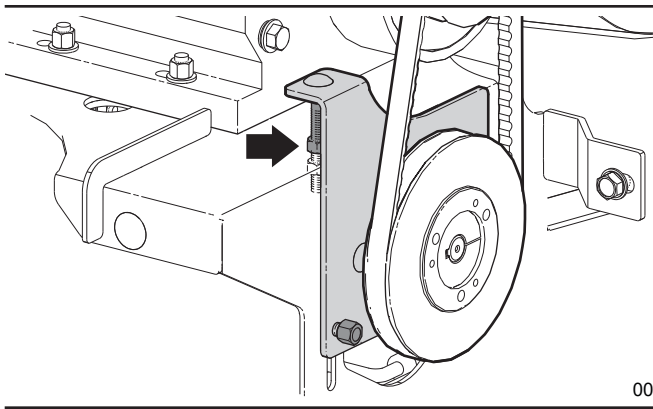

Fig. 51 – Boulon de tension de la courroie
3. Utilisez le boulon de tension de la courroie d'entraînement pour éliminer la tension de la courroie d'entraînement. Consultez la Fig. 51 à la page 71.
4. Utilisez le boulon de tension de la courroie d'entraînement pour régler la tension de la courroie d'entraînement. Consultez la Fig. 51.
4. Utilisez le boulon de tension de la courroie d'entraînement pour éliminer la tension de la courroie d'entraînement du rotor. Consultez Fig. 51 à la page 71.